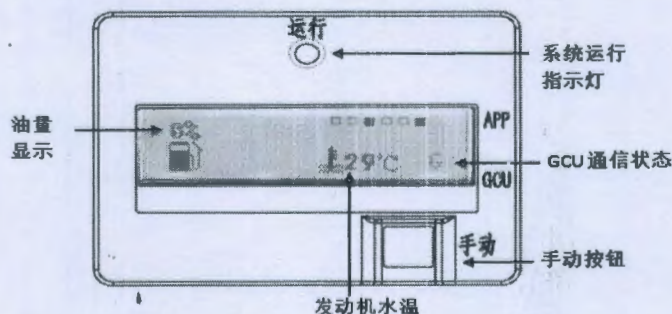
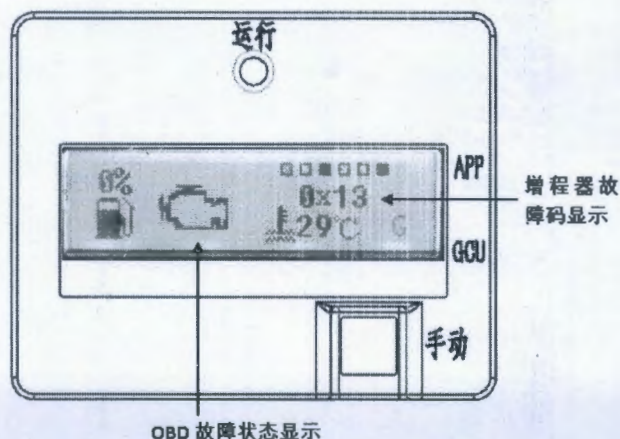

图 9 PDA 面板说明
图 10 PDA 故障显示
5.2.1 PDA 显示功能：如下图 9 所示，PDA 面板上带有运行指示灯（绿灯点亮表示增程器系统运行）。液晶显示区域显示发动机的工作温度、剩余油量、增程器故障码、发动机 OBD 故障状态、GCU 通信状态。
- ◇ 显示故障码：当发动机发生 OBD 故障时，液晶界面会出现 OBD 故障指示，有闪烁、静止显示 2 种状态，无故障时不显示；如图 9。当增程器系统出现故障时，液晶界面会直接显示故障代码信息，如图 10。当 PDA 与 GCU 通信正常时，通信状态固定显示“G”，否则“G”闪烁显示。